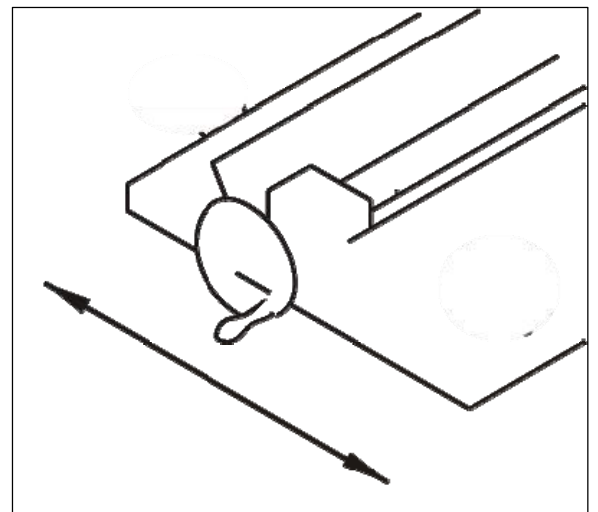

FIGURA 38 LECHO DE NIVEL EN LA PIEZA DE TRABAJO
- Coloque un nivel en el lecho a lo largo de la longitud y el ancho. Asegúrese de que el lecho esté plano y nivelado cuando esté montado en la pieza de trabajo (Figura 38).